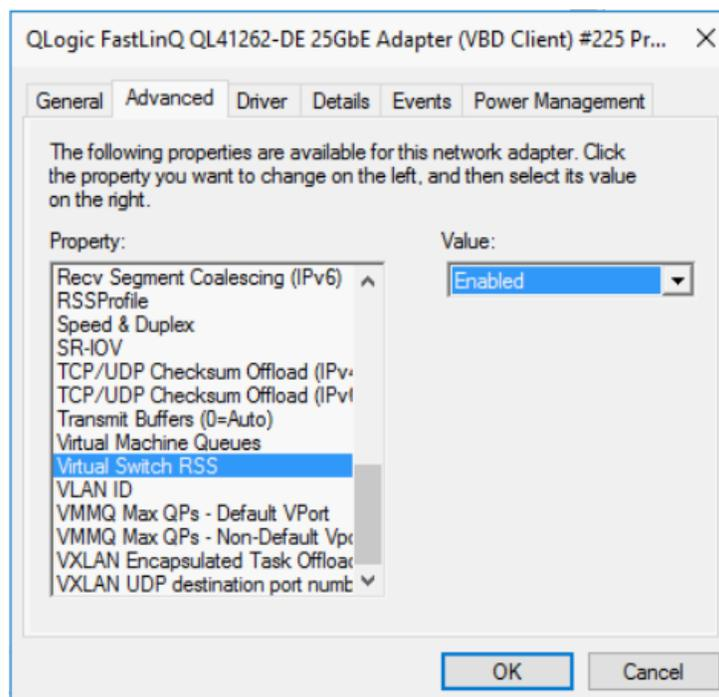

Abbildung 13-13. Erweiterte Eigenschaften: Aktivieren von RSS auf dem virtuellen Switch
2. Wählen Sie auf der Seite „Advanced Properties“ (Erweiterte Eigenschaften) (Abbildung 13-13) unter **Property** (Eigenschaft) die Option **Virtual Switch RSS** (RSS für virtuellen Switch) und setzen Sie den Wert auf **Enabled** (Aktiviert).